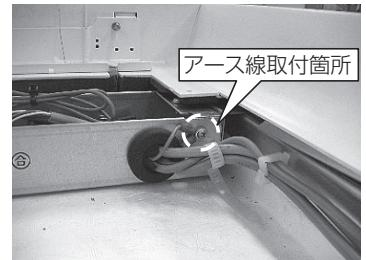

図9-2
- 2) (図9-2)のアース線取付箇所のアースネジを一度取外し、パネルからのアース線と共に再度取付けてください。